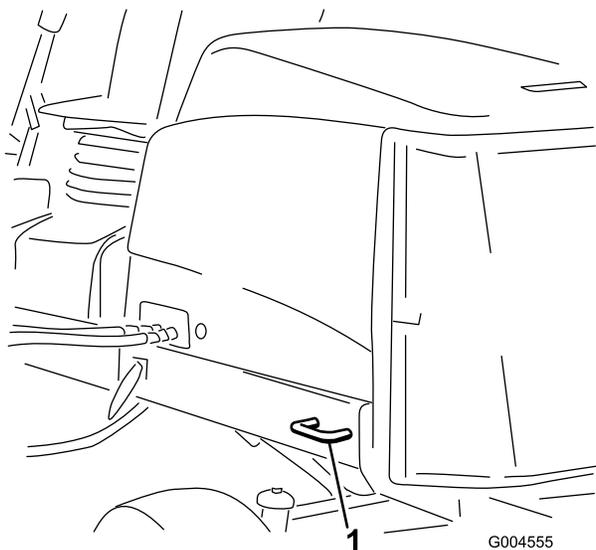

Рисунок 97
- **Задняя часть машины** — с каждой стороны машины на задней раме (Рисунок 97).